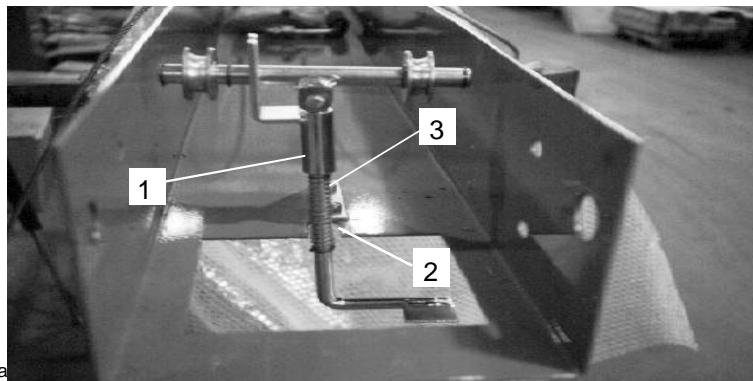

Fig. 43a
- 1 - Fissare il sensore (1) sulla trave superiore (dal lato della colonna comando) mediante le viti (2) TE M6x25 ed i relativi dadi blok (3) M6 in dotazione (Fig. 43a).
- 1 - Fix the sensor (1) on the upper beam (from the driven column side) by the screws (2) TE M6x25 and the block nut (3) M6 (Fig. 43a).